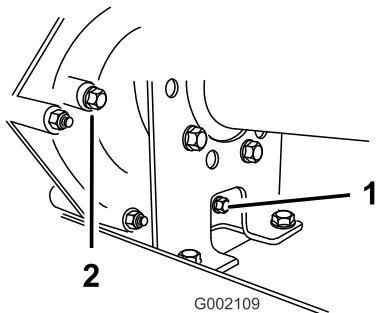
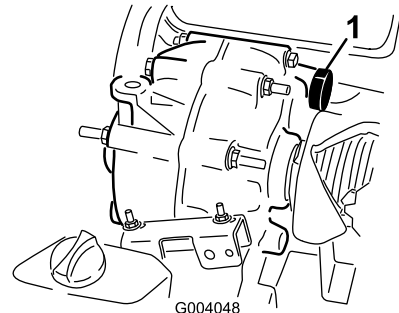

图 56
图 57
2. 用抹布清洁加注塞和排油塞周围的区域（图 56）。
4. 逆时针旋转加注塞，然后将其取出（图 56）。
5. 逆时针旋转排放塞，然后将其取出（图 56）。
6. 将排放塞和垫片安装到变速箱的排放塞孔中并拧紧（图 56）。
7. 通过加注塞孔向油箱（图 57）注入约 1.4L 指定液体，或直到变速箱中的液位与螺纹底部齐平（图 56）。
8. 将加注塞和垫片安装到变速箱的加注塞孔中并拧紧（图 56）。
10. 检查液位，如果液位低于加注塞孔的螺纹，应添加更多液体（图 56）。